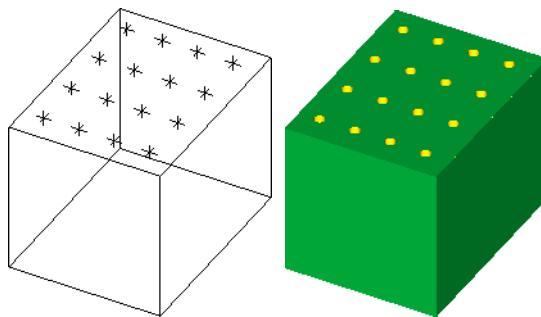

图 11-13 钻孔五轴加工实例和加工的模型
① 打开光盘中的“第 11 章\原始图形\11.2 钻孔五轴加工曲面.MCX-7”文件。图 11-13 所示为钻孔五轴加工实例和加工的模型。